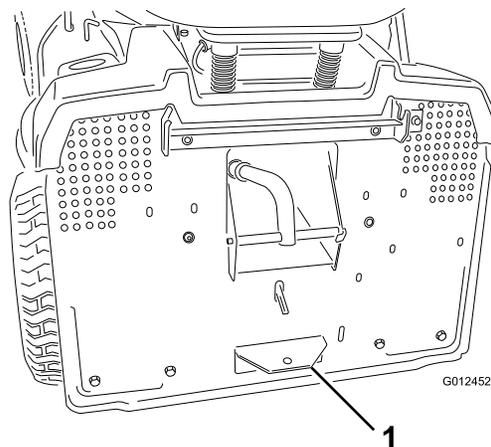

Bild 20
- Installieren Sie das Anbaugerät an der Anbauvorrichtung, die sich hinten unten an der Maschine befindet (Bild 20).